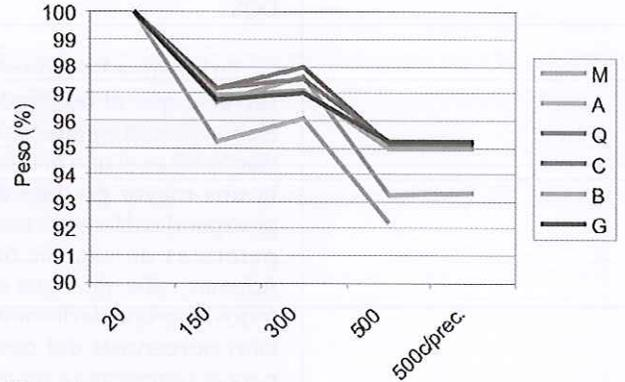

Figura 1: Variación del peso para diferentes temperaturas de exposición.
En la Figura 1 se presentan las curvas correspondientes a las variaciones porcentuales del peso producidas en cada grupo para las diferentes temperaturas de exposición.
En la Figura 1 puede observarse que el hormigón elaborado con agregados livianos (A) es el que presenta una mayor pérdida de peso para las diferentes temperaturas de exposición. Además, cabe notar que en todos los grupos la disminución porcentual del peso para la temperatura de exposición de 150 °C durante 24 hs. es mayor que para la temperatura de 300 °C durante 1 hora.